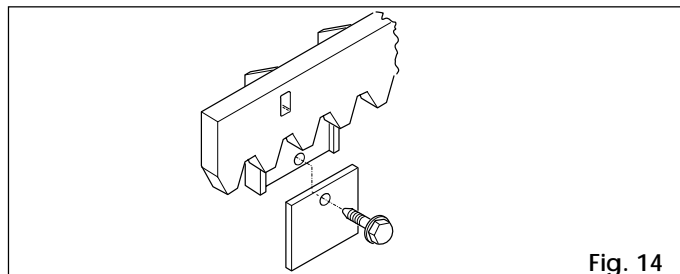

Fig. 14
4.4.3. CREMAGLIERA DI NYLON AD AVVITARE (Fig. 14)